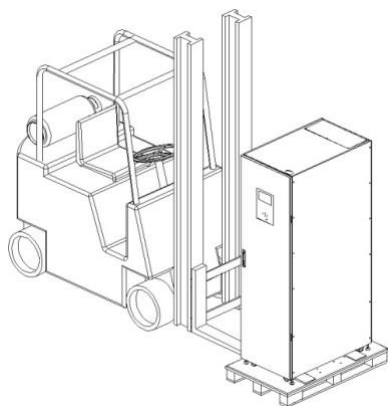

Рис. 2-4
4. Используйте вилочный погрузчик для перемещения шкафа по земле. См. рис. 2-4